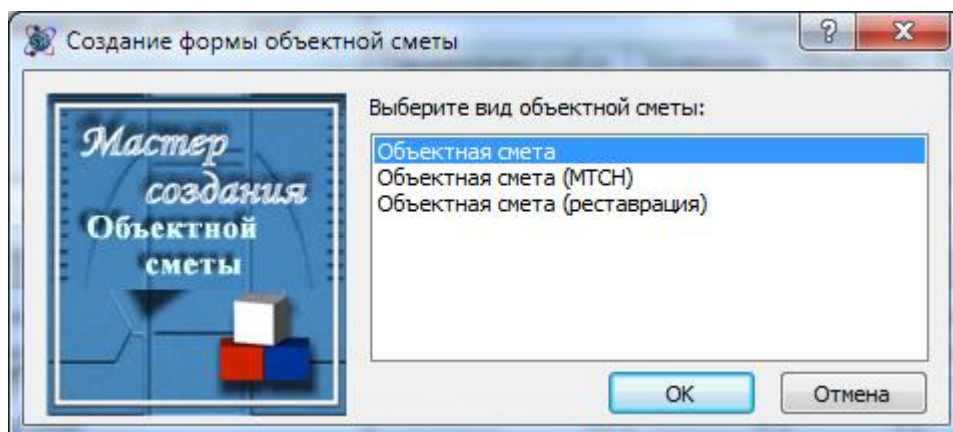

Рис. 4.70 Диалоговое окно Создание формы объектной сметы
4. В открывшемся диалоговом окне *Создание формы объектной сметы* (рис. 4.70) выбрать нужный вид объектной сметы.